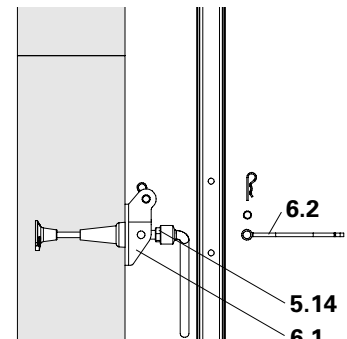

Fig. B1.34
4. Fijar el soporte arriostamiento CB M24 (6.1) al muro mediante tornillo M24 x 70 (5.14) SW 36 al cono, después de quitar el bulón de la lengüeta de tracción (6.2). Volver a colocar la lengüeta de tracción a través del poste de plataforma y fijarla con el bulón en el soporte de soporte de arriostamiento. (Fig. B1.34)
4. Fijar el soporte arriostramiento mural CB M24 (6.1) con tornillo M24 x 70 (5.14) n° 36 al cono, luego de quitar el bulón de la lengüeta de tracción (6.2) del soporte arriostramiento mural. Volver a colocar la lengüeta de tracción a través del poste de plataforma y fijar con el bulón en el soporte de arriostramiento mural. (Fig. B1.34)